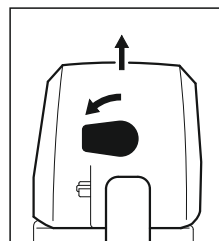

Рис. 64
- Нажать стопор рычага газа и одновременно рычаг газа, а также комбинированный рычаг установить в положение закрытой воздушной заслонки  (рис. 64).